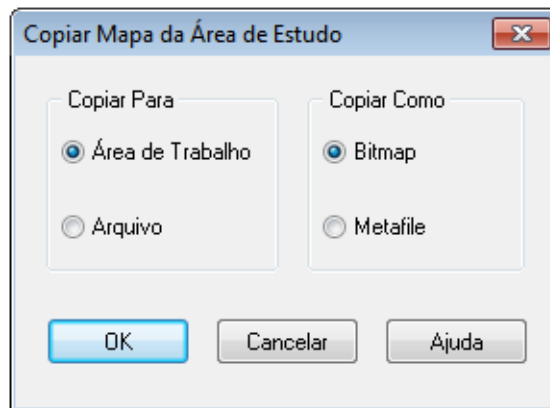

Figura 10.3 - Formulário de copiar
3. Selecionar as diversas opções no quadro de diálogo de Copiar Mapa da Área de Estudo que aparece (ver Figura 10.3) e clicar no botão OK.